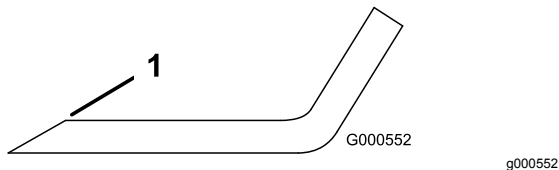

Figure 52
1. Au moyen d'une lime, aiguissez les tranchants aux deux extrémités de la lame (Figure 52).
**Remarque:** Si la lame est déséquilibrée, limez un peu l'extrémité de l'ailette seulement (Figure 52).